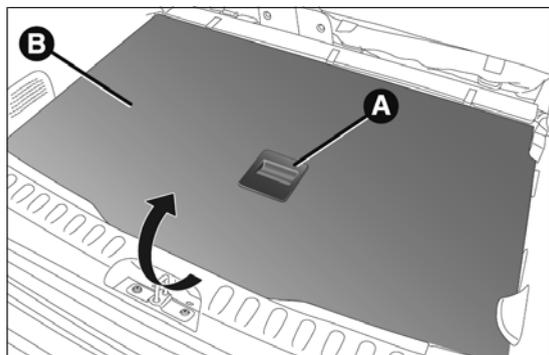

fig. 93
- saisir la poignée A fig. 93 et soulever vers le haut le plan B en le tenant d'une main ;
- saisir la poignée A fig. 93 et retirer le plan B ;